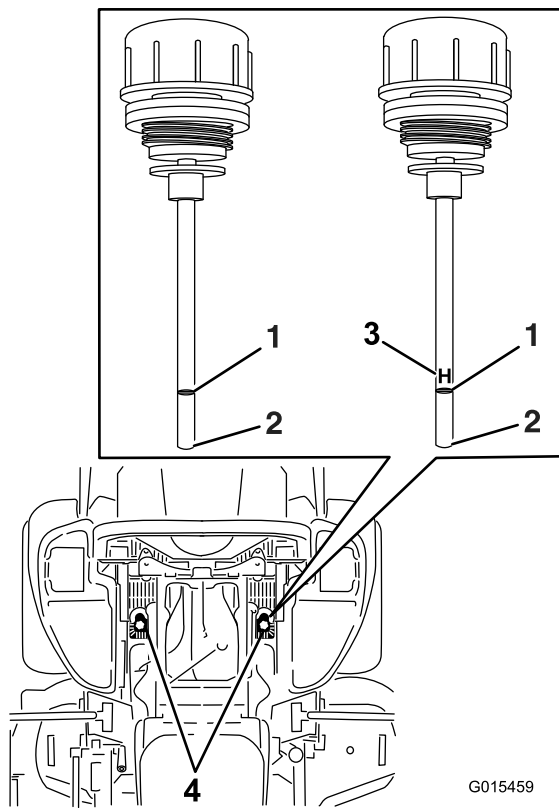

Bild 89
6. Reinigen Sie den Bereich um die Ölpeilstabe der Hydraulikanlagenbehälter (Bild 89).
7. Nehmen Sie einen Ölpeilstab aus dem Hydraulikbehälter heraus (Bild 89).
9. Ziehen Sie den Ölpeilstab heraus und schauen Sie das Ende an (Bild 89). Wenn der Ölstand an der Auffüllen-Marke liegt, gießen Sie langsam so viel Öl in den Hydraulikbehälter, um den Ölstand auf die Voll-Marke oder die **H**-Linie anzuheben.